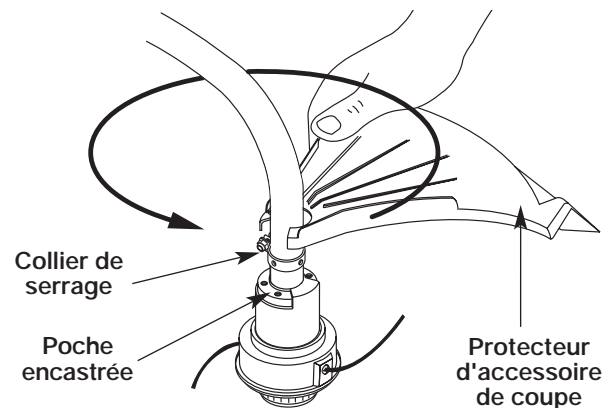

Fig. 3
1. Placez le protecteur d'accessoire de coupe sur le corps de l'arbre au-dessus de l'ensemble de bride (Fig. 3).
2. Enfoncez le protecteur d'accessoire de coupe sur le haut de l'accessoire de coupe puis tournez-le jusqu'à ce que les trous à vis soient alignés et que le protecteur s'emboîte dans la poche encastrée (Fig. 3).